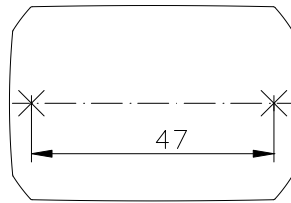

Рисунок 2.2. Шаблон разметки
2. Приложите к стене шаблон для монтажа(Рисунок 2.2) и просверлите отверстия.